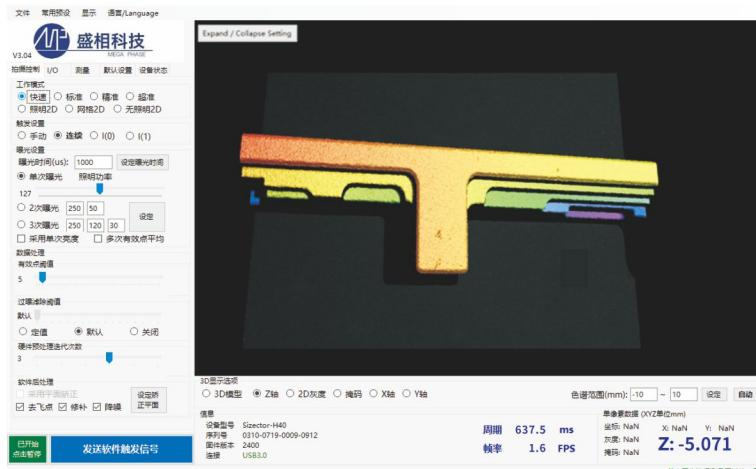

图29 单次高速拍摄示意图
b) 点击“单次高速 F2”(快捷键F2)，软件会以预设好的参数(较高的帧率)开始自动连续采集拍摄、更新3D图像(为保证图像的完整性，需手动设定某些参数，如曝光时间等)，如图29：